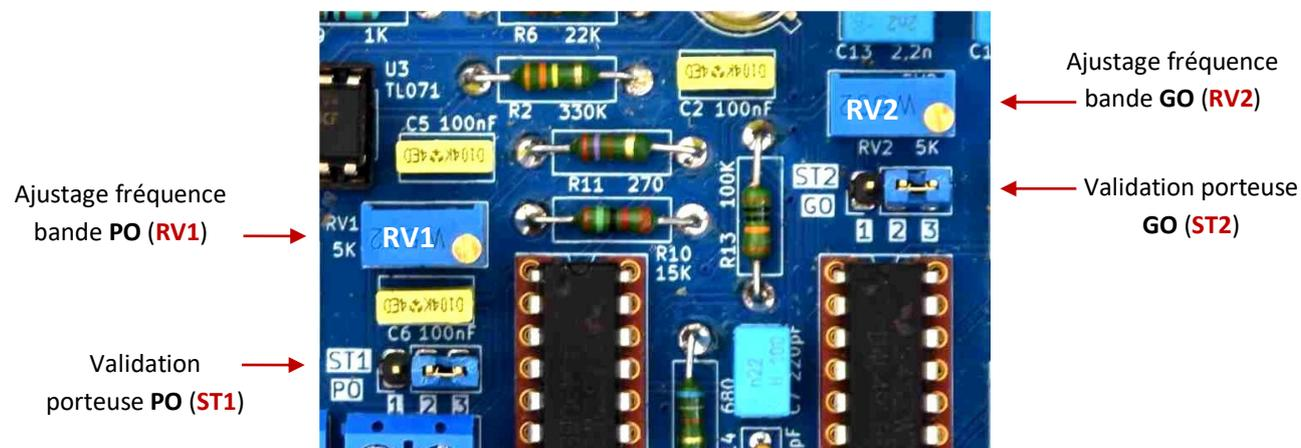

Figure IV-02 : repérage des commandes de validation des porteuses et de syntonisation des fréquences d'émission.
- Avec le potentiomètre multi tour **RV2** de syntonisation des fréquences de la bande GO (repérage en figure IV-02) :
- Avec le potentiomètre multi tour **RV1** de syntonisation des fréquences de la bande PO (repérage en figure IV-02) :